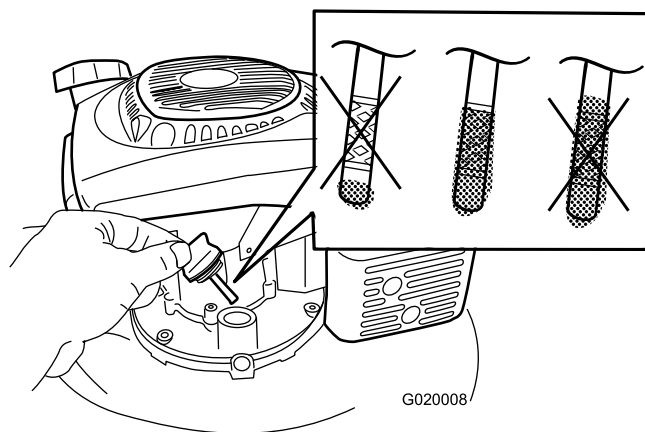

Figura 5
1. Togliete l'asta di livello (Figura 5).
2. Versate **lentamente** l'olio nel foro di riempimento finché non raggiunge il segno di pieno sull'asta di livello (Figura 5). **Non riempite troppo.** (Riempimento massimo: 0,59 litri, tipo: olio detergente 10W-30 o SAE 30 con service classification API SJ o superiore.)
Nota: Ogni volta che controllate il livello dell'olio, estraete l'asta di livello e pulitela, inseritela nel bocchettone di riempimento dell'olio (**senza** avvitarela), quindi estraetela di nuovo e verificate il livello (Figura 5).